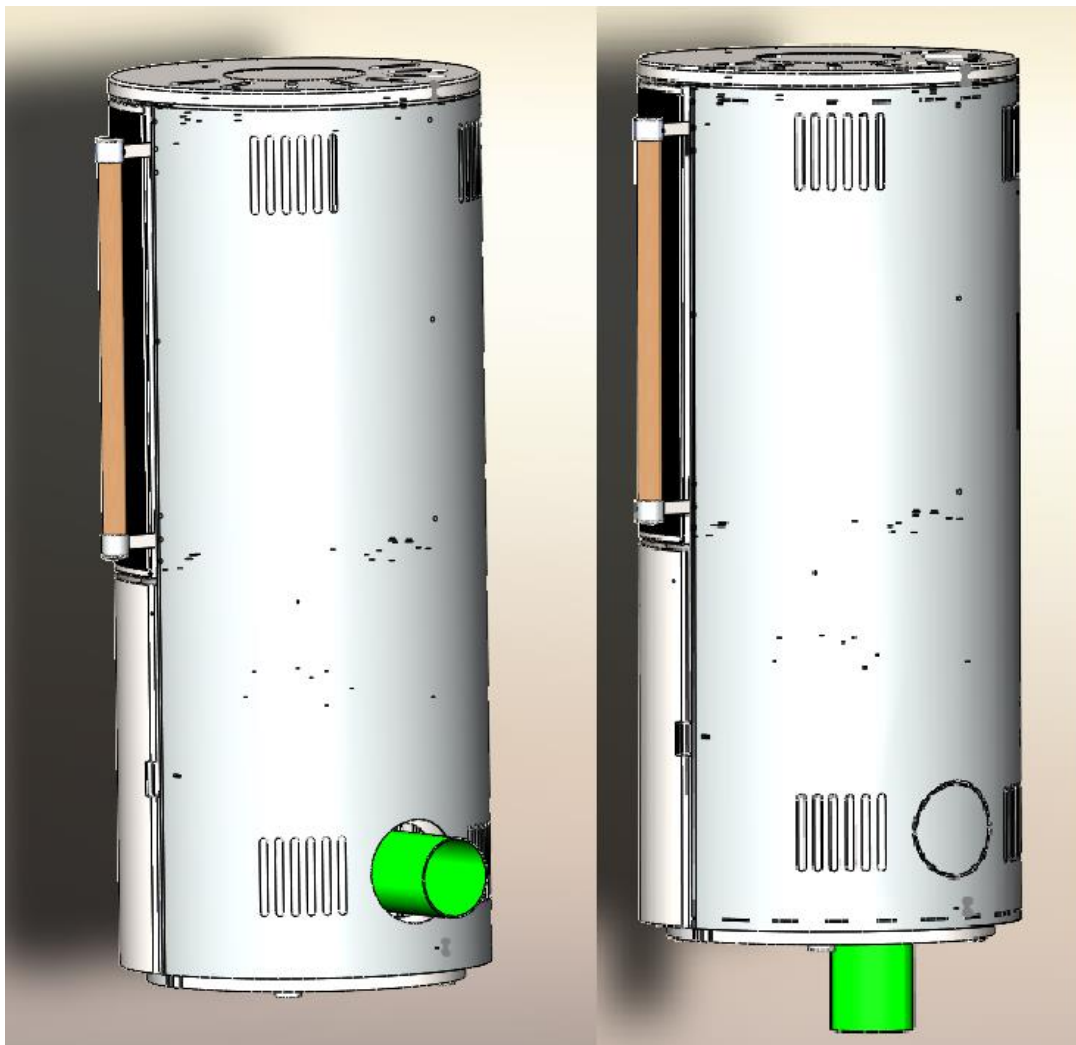

Figur 2 Deckel um Buedem vum Kamäin fir den Uschloss
3. Figur 2 Deckel um Buedem vum Kamäin fir den Schloss vun der Loft dobaussen erëm opsetzen	Säit 6